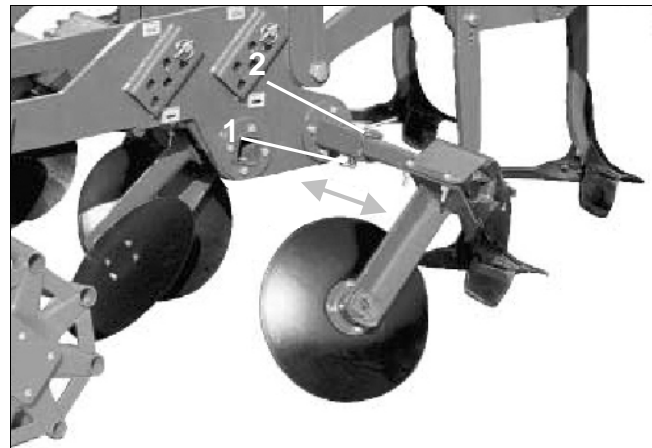

Fig. 10
- Klapstecker (Fig. 10/1) lösen.
- Bolzen (Fig. 10/2) ziehen.